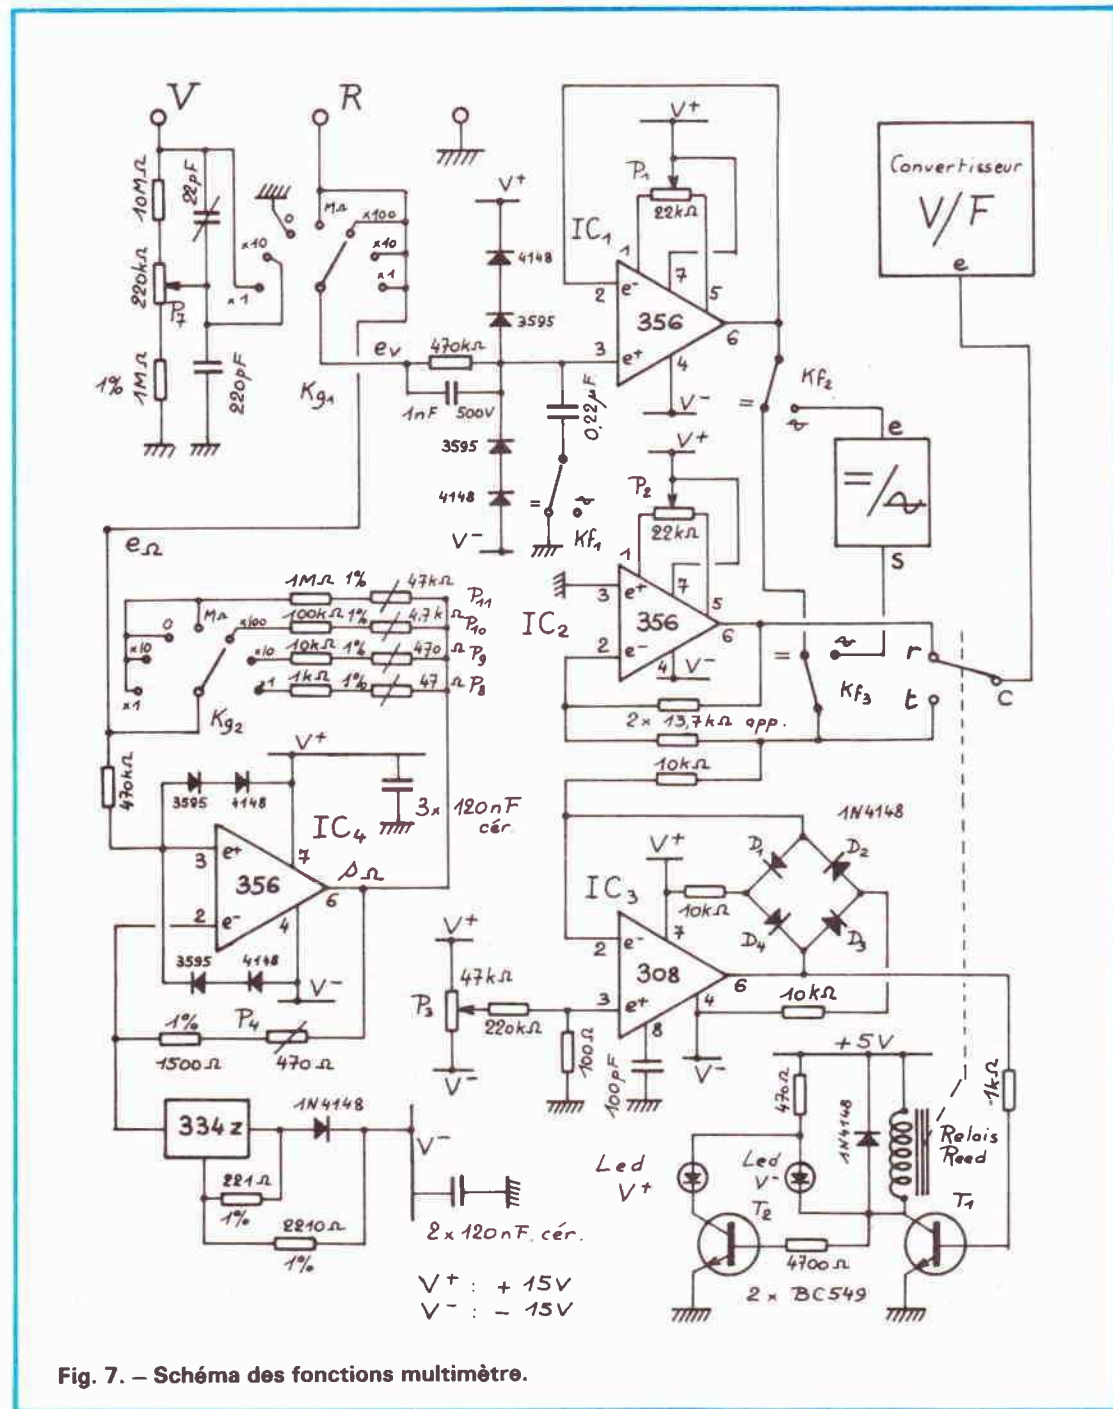

Fig. 7. - Schéma des fonctions multimètre.
**b) Entrée à haute impédance.** Se reporter à la figure 7.